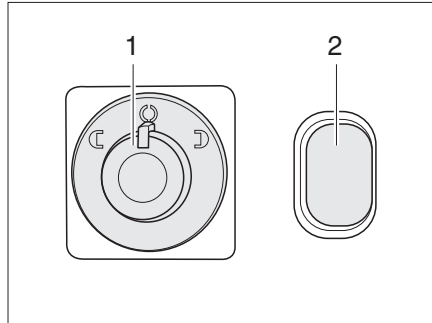

Fig. 18 Commutateur pour rétroviseurs extérieurs à réglage électrique et leur chauffage
- Sélectionner le rétroviseur qui doit être réglé. Pour ce faire, tourner l'interrupteur tournant (Fig. 18,1) vers la gauche ou la droite.
- Régler le rétroviseur en appuyant sur l'interrupteur (Fig. 18,1) dans la direction correspondante.
- Appuyer sur l'interrupteur (Fig. 18,2). Le voyant de contrôle de l'interrupteur signale la marche.